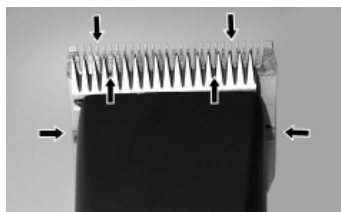

Fig. 22
Una goccia di olio sui pettini superiore ed inferiore è indispensabile per ottenere un buon risultato nella tosa e pure per conservare più a lungo e in ottimo stato la tosatrice (fig. 22).
- ▶ Lubrifici sufficientemente i pettini durante la tosa (almeno ogni 15 minuti), di modo che non si secchino mai (fig. 22).
I rasoi devono essere lubrificati prima, durante e dopo ogni uso. Se i pettini rilasciano striature o rallentano la corsa, è necessario lubrificarli. Applichi qualche goccia di olio sopra e ai lati dei pettini (v. frecce fig. 22). Levi le gocce in eccedenza con un panno morbido e asciutto. Degli aerosol lubrificanti non contengono abbastanza olio per una buona unzione, ma sono utili al raffreddamento dei pettini. Cambi immediatamente i pettini difettati o scheggiati per evitare di ferirsi.